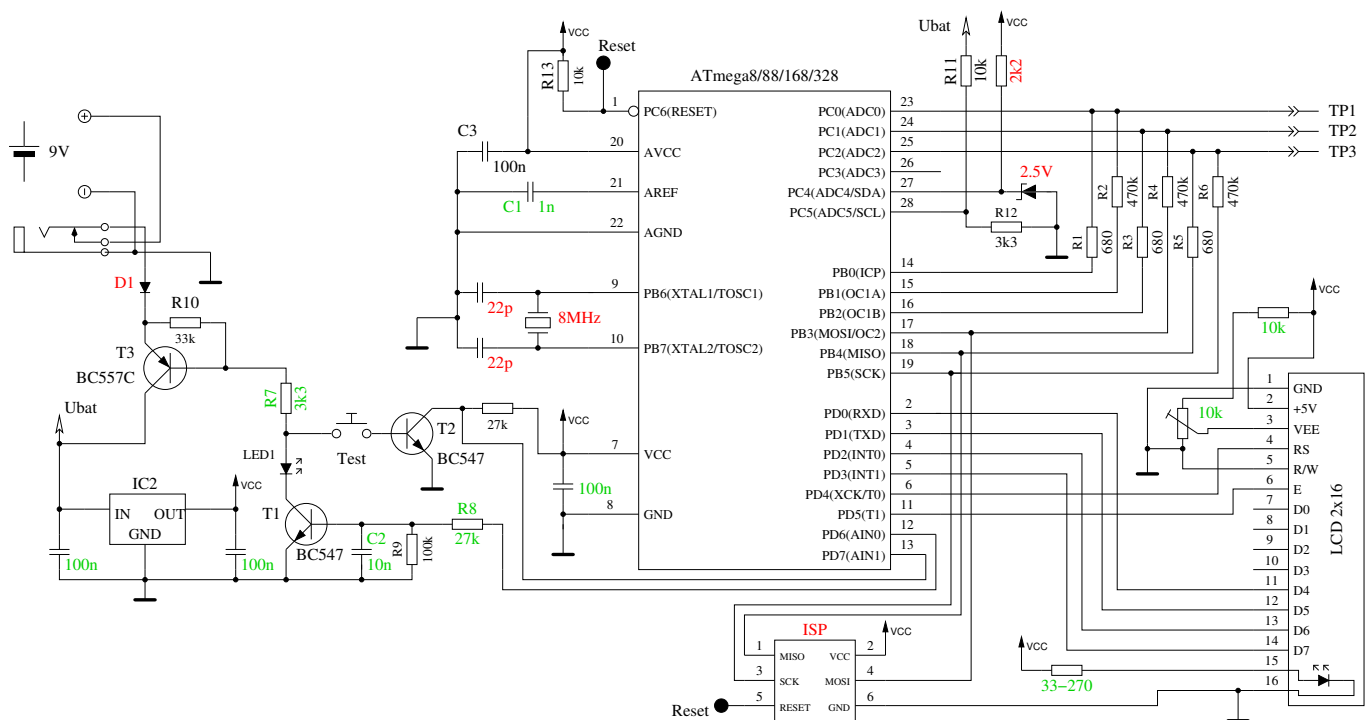

Abbildung 2.1: Neue TransistorTester-Schaltung
Die Schaltung des TransistorTesters in Abbildung 2.1 basiert auf der Schaltung von Markus F., die er in Abb. 1 des AVR-Transistortester Reports [1] veröffentlicht hat. Geänderte oder verschobene Bauteile sind mit grüner Farbe markiert, optionale Teile sind mit roter Farbe gekennzeichnet. Einige Änderungen wurden gemacht, weil die Strom-Abschaltung in einigen Nachbauten Probleme bereitet hatte. Deshalb ist der Widerstand R7 auf  $3.3k\Omega$  reduziert. Der Kondensator C2 ist auf 10nF verkleinert und der Widerstand R8 ist verschoben, so daß der Ausgang PD6 nicht versucht den 100nF Kondensator direkt zu laden. Zusätzliche Abblock-Kondensatoren wurden hinzugefügt und sollten nahe den Versorgungs-Anschlüssen des ATmega und nahe bei dem Spannungsregler platziert werden. Weil der PD7 Eingang und der PC6 (RESET) Anschluß die einzigen Anschlüsse sind, wo „pull-up“ Widerstände gebraucht werden, wurde ein  $27k\Omega$  Widerstand an dem PD7 (Pin 12) Anschluß vorgesehen. Mit dieser Änderung können die internen „pull-up“ Widerstände des ATmega abgeschaltet werden. Ein Quarz mit seinen 22pF Kondensatoren wurde zusätzlich vorgesehen. Ein Quarz hat Vorteile für die Kapazitätsmessung wegen der genaueren Zeitmessung. Die neue Software kann den Bereich für den ADC umschalten. Die Umschalt-Geschwindigkeit wird durch den externen Kondensator C1 am AREF (21) Pin des ATmega reduziert. Um die Messung nicht langsamer als notwendig machen zu müssen, sollte der Kondensator auf 1nF reduziert werden. Ein Entfernen des Kondensators ist ebenfalls möglich. Zum Anpassen der Software an die jeweilige Schaltung schauen Sie bitte in dem Konfigurations-Kapitel 3 nach. Einige unterschiedliche Versionen von R11 / R12 Kombinationen zirkulieren im Internet. Ich habe die Software an den Original-Entwurf von Markus F. [1] mit  $10k\Omega$  und  $3.3k\Omega$  angepaßt. Die zusätzliche 2,5V Präzisions-Spannungsreferenz, die an Pin PC4 (ADC4) angeschlossen ist, ist für zukünftige Software-Versionen geplant und wird derzeit noch nicht benutzt. Ein zusätzlicher ISP-Anschluß wurde hinzugefügt um leichter neue Software-Versionen laden zu können.